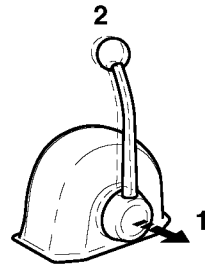

Figure 22
Lorsque la poignée est désengagée (**Figure 22, (1)**), le régime du moteur peut être contrôlé sans engager l'embrayage. L'embrayage reste en position NEUTRE, en position de point mort. Tournez le bouton (**Figure 22, (2)**) dans le sens inverse des aiguilles d'une montre pour déplacer la poignée ou dans le sens des aiguilles d'une montre pour verrouiller la poignée.